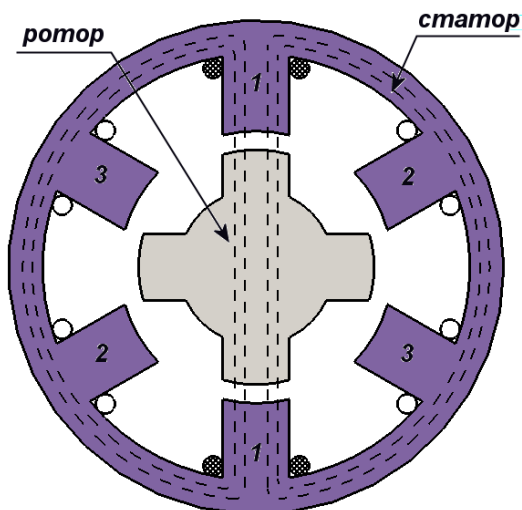

Рис. 1.7. Устройство шагового двигателя с переменным магнитным сопротивлением
**Шаговый двигатель с переменным магнитным сопротивлением** имеет несколько полюсов на статоре и ротор из магнитно-мягкого материала (реактивный ротор). На рис. 1.7 показан двигатель, имеющий шесть полюсов на статоре, ротор с четырьмя зубьями и три независимые обмотки, каждая из которых приходится на противоположные полюса статора.